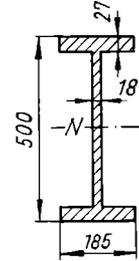

Bild 58
92. Für das gegebene I-Profil (Bild 58) sollen berechnet werden **a)** das Trägheitsmoment für die Nulllinie *N*; **b)** das Widerstandsmoment; **c)** der Beitrag in Prozent, den die zwischen den Flanschen liegende Stegfläche zum Gesamtträgheitsmoment liefert; **d)** der Beitrag der Stegfläche zur gesamten Querschnittsfläche in Prozent.